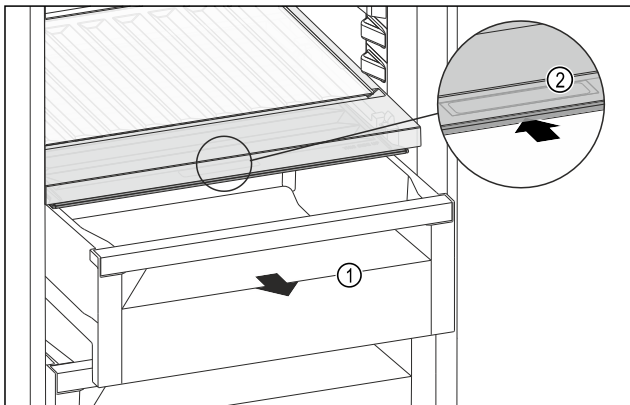

Fig. 123
- ▶ Витягніть висувний ящик Fig. 123 (1).
- ▶ Візьміться за потайну ручку Fig. 123 (2) на кришці відділення й одночасно посуňte кришку відділення назад.